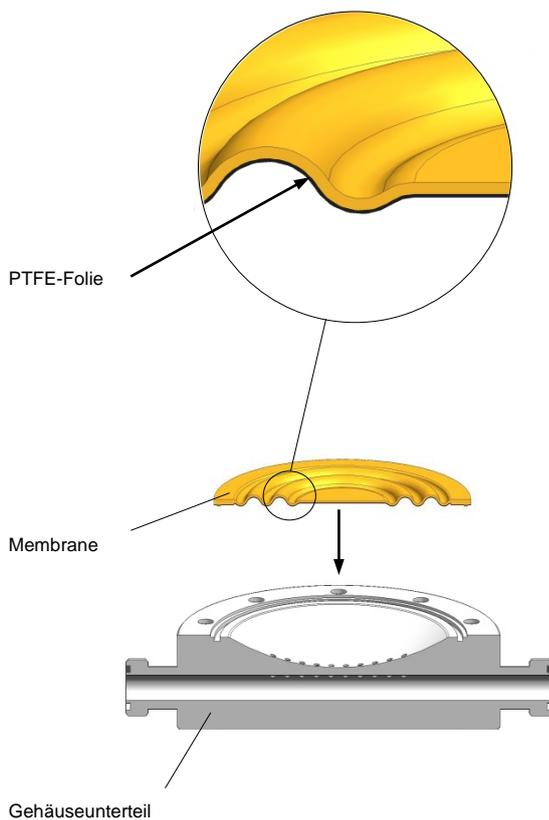

Abb. 29 Membranwechsel (Kunststoff-Ausführung)
- Neue Membrane mit der PTFE-Folie nach unten einsetzen (bei Pulsationsdämpfer aus Kunststoff mit PTFE-kaschierter Membrane) (siehe Abb. 29).